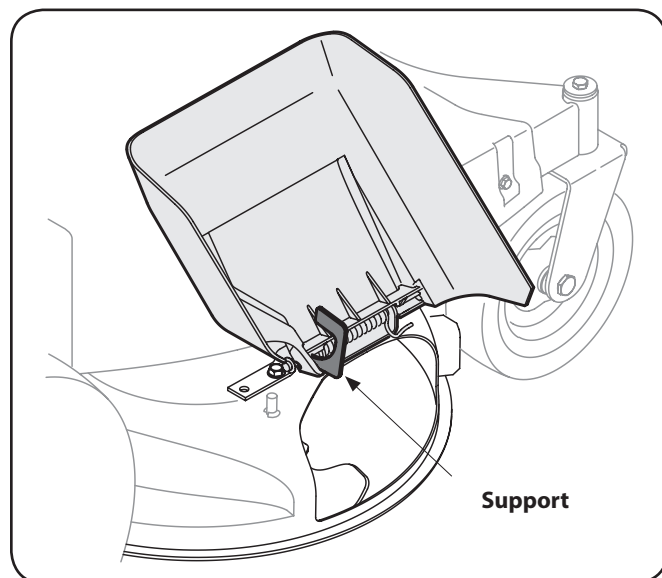

Figure 3-1
1. Repérez le support du déflecteur d'éjection, si présent, sur le côté droit de la tondeuse. Voir Figure 3-1.